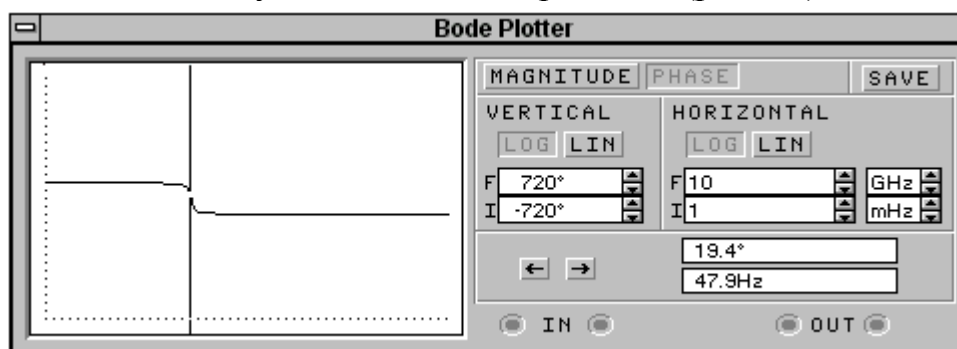

Рис.3.3.
1.5. Включить схему. Двойным щелчком мыши по уменьшенному изображению бode-плоттера включить его увеличенное изображение (рис.3.3)